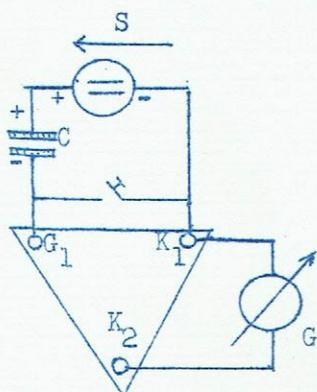

Figure 2
MESURE de FAIBLES VARIATIONS de TENSION (fig. 2 )
- En utilisant le montage de la fig.2 , très aisé à réaliser au moyen de notre boîtier variateur, type B.R. 1 dont l'isolement est de l'ordre de  $10^{14} \Omega$ , il est possible de mesurer, en déviation totale, une variation de tension de 1 Volt d'une source de 1.000 V. soit le  $\frac{1}{100.000}$  par division du cadran.